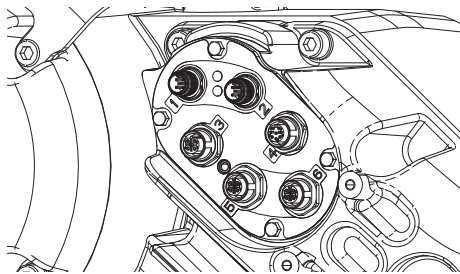

FIG. 40
- c. Afloje el prensacables (CG).
- d. Retire los cables del alojamiento del controlador tirando de ellos a través del prensacables (CG).
- e. Desconecte los cables conectados a los puertos 1-6 del lado del controlador (AB), mostrados en la FIG. 40.